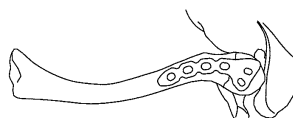

図 1
- 1) 鎖骨遠位端骨折部の修復後、又は肩鎖靱帯/烏口鎖骨靱帯（菱形靱帯・円錐靱帯）の修復後、骨幹部穴数確認用トライアルを鎖骨上面に設置し、プレートの穴数を決定します。（図 1）